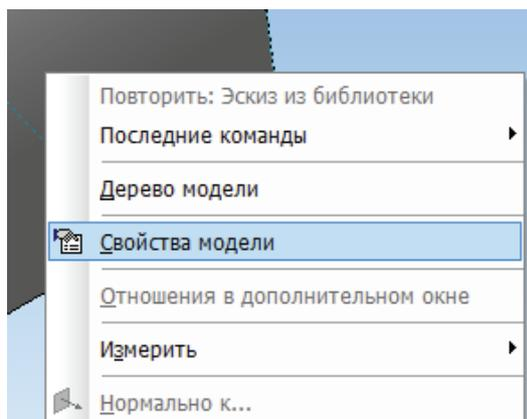

Рис. 7.29
- Для перехода к свойствам вала подведите курсор к любой поверхности вала, нажмите правую кнопку мыши и в контекстном меню выберите **Свойства модели** (рис. 7.29).